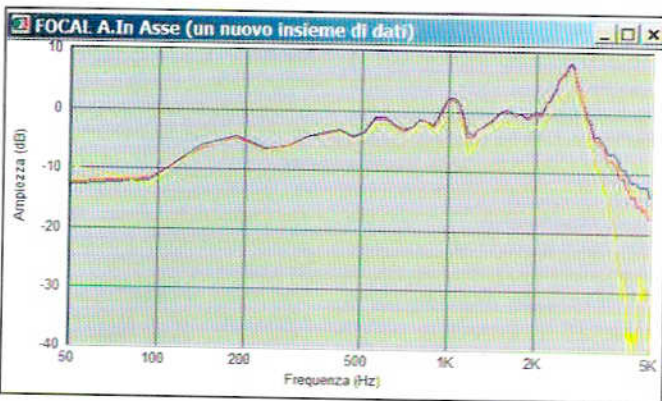

Fig. 7 - Risposta in asse e fuori asse a 30° e 60°.
uguale la distanza mic-baffle, cosicché le ampiezze delle risposte siano comparabili. Occupiamoci ora della **misurazione fuori asse**: lasciando il microfono nella stessa posizione usata per la misura in asse, ruotiamo la cassa fino a formare un angolo di 30° orizzontali tra il baffle del driver e il microfono; lasciando invariati i marcatori e i volumi usati nelle misurazione *in asse*, click due volte su "FOCAL A" poi su MISURA/RISPOSTA IN FREQUENZA/30 GRADI e un nuovo file sarà creato: "Focal A.f30". Ripetiamo la procedura ruotando lo speaker per ottenere un angolo di 60° e, nuovamente, senza variare marcatori e volumi, click su MISURA/RISPOSTA IN FREQUENZA/60 GRADI e un nuovo file sarà creato: "Focal A.f60". Volendo approfondire ulteriormente, possiamo effettuare la misurazione anche a 45° anche se SW non ha questa opzione: posizionate la cassa per formare un angolo di 45° e click su MISURA/RISPOSTA IN FREQUENZA/GATED e rinominiamo il file "Focal A.Gate" in "Focal A.f45". Ora apriamo "Focal A.In Asse" e aggiungiamo i due grafici fuori asse testé creati per avere una visione completa dell'altoparlante ai vari angoli (Fig. 7) e poter scegliere la frequenza e la pendenza del crossover. Passiamo alla misurazione **In Asse Acustico**. Misurando il diffusore completo con il suo crossover, otterremo la risposta della cassa, che unita a quella in campo vicino ci darà la risposta totale, come quelle che leggete sulle riviste. Ciò che invece voglio descrivere, è una procedura, che si basa sulla tecnica descritta da David Ralph (4), per misurare la risposta dei singoli altoparlanti allo scopo di importarla correttamente nei programmi di simulazione, con i quali possiamo prevedere il risultato con filtro crossover. Collocate il microfono come già descritto per una misura IA-A, ad una distanza di un metro; collegate tutti gli altoparlanti in parallelo stando attenti al volume dell'amplificatore dato che il tweeter non ha nessun filtro! Doppio click su "FOCAL A" e poi MISURA/RISPOSTA IMPULSIVA;